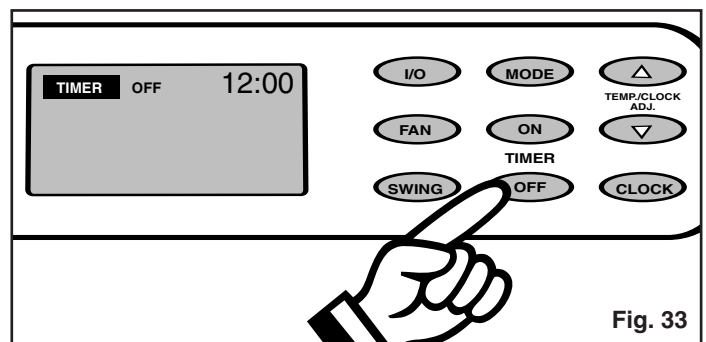
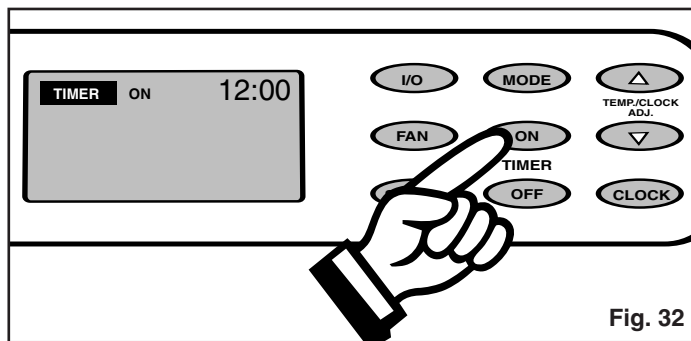
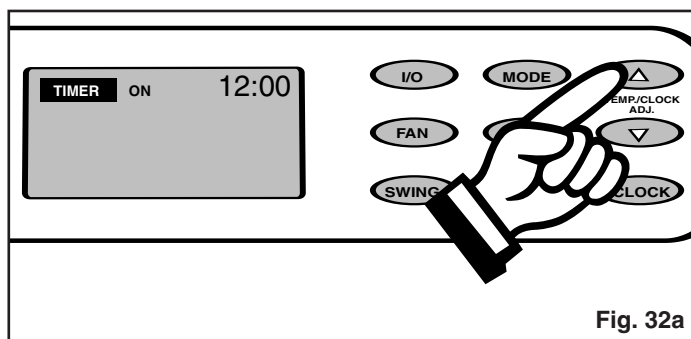

Fig. 33
Fig. 32
Fig. 32a
- 1) Appuyez la touche **TIMER-ON** pour mettre en marche la séquence de minuterie **AUTO-ON**. (Fig. 32). L'affichage indique **TIMER-ON** et le mot **ON** clignote pendant 5 secondes. Appuyez sur les touches  ou  pour choisir l'heure de mise en marche **AUTO-ON** exigé. (Fig. 32a). Appuyez sur la touche **TIMER ON** pour initialiser la séquence de **MISE EN MARCHÉ AUTOMATIQUE**. Fig. 32.
- 2) Appuyez la touche **TIMER-ON** pour mettre en marche la séquence de minuterie **AUTO-ON**. (Fig. 33). L'affichage indique **TIMER-OFF** et le mot **OFF** clignote pendant 5 secondes. Appuyez sur les touches  ou  pour choisir l'heure de mise en marche **AUTO-OFF** exigé. (Fig. 32a).
- 2) Appuyez sur la touche **TIMER OFF** pour initialiser la séquence d'**ARRÊT AUTOMATIQUE**. Fig. 33.
Fig. 32. L'affichage indique **TIMER ON** et le mot **ON** clignote pendant 5 secondes. Appuyez sur la touche \triangle ou ∇ pour choisir l'heure de mise en marche du programme **AUTO-ON**. *Fig. 32a.*